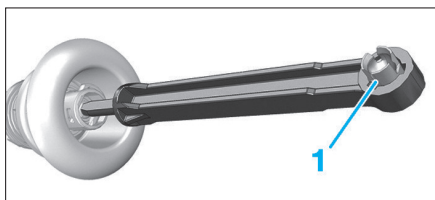

FIG. 10
- Vérifier que le clip de verrouillage (1) du cylindre émetteur d'embrayage neuf est dans la bonne position (Fig.10).